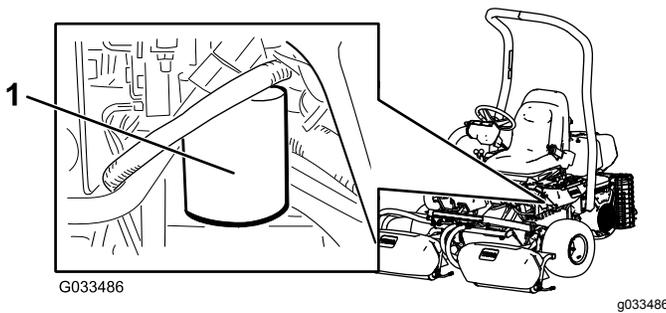

図 51
- 調整したい昇降シリンダのカバープレートを固定しているボルトを、シャーシのサポートブラケットから取り外す 図 51。
1. 左フィルタ取り付け部周辺をウェスできれいにぬぐう 図 51。フィルタの下に廃油受けを置いてフィルタを外す。